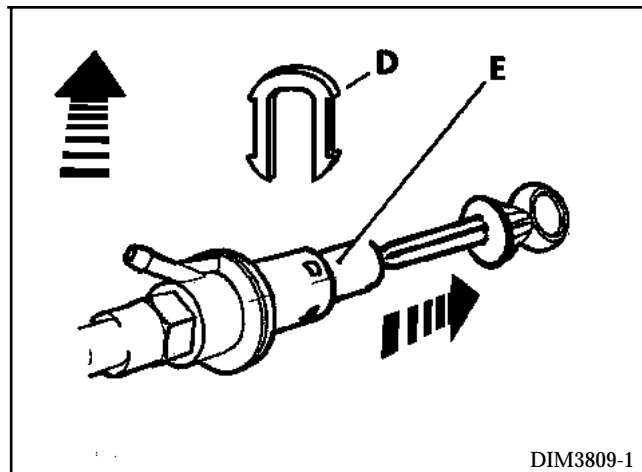

Fig. 3
- Enlever l'agrafe plastique (D) (**Fig. 3**) de l'émetteur d'embrayage.
- Retirer le piston émetteur (E) (**Fig. 3**) avec sa tige de poussée. (**protéger le tapis de sol lors de cette intervention**).
- Reposer l'agrafe (D) (**Fig. 3**), (attention au sens du montage).